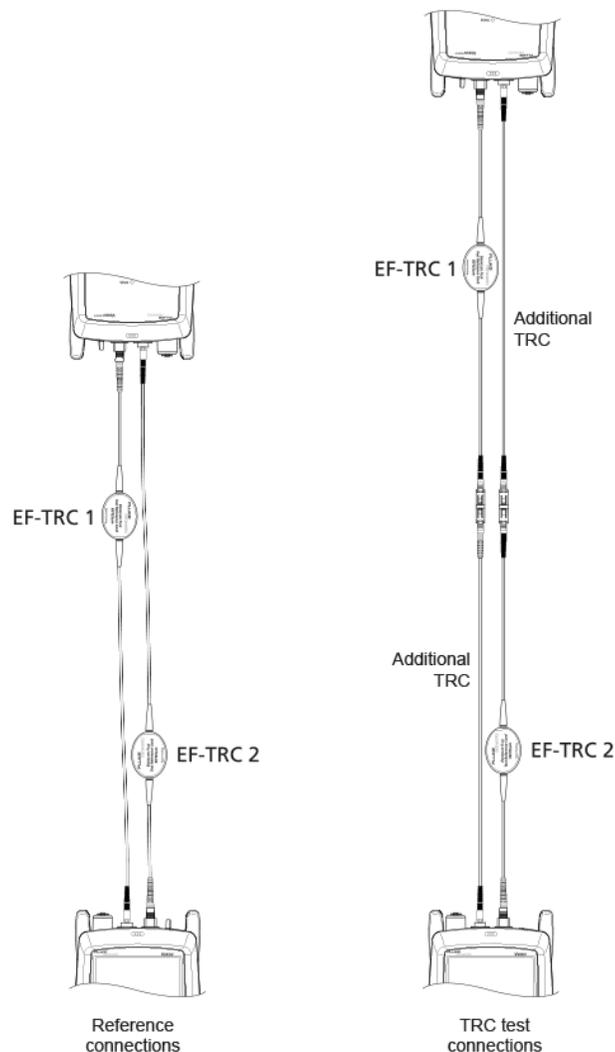

図 3. スマート・リモート・モードでの基準値設定と TRC テストの接続
- Make the connections to set the reference, as shown on the screen and in Figure 3, then tap **NEXT** to see the completed connections.
2. テスターおよびリモートの入力ポートからテスト基準コードを取り外し、画面および図 3 に従ってテスト基準コードとアダプターを使用して接続を行い、TRC を検証します。